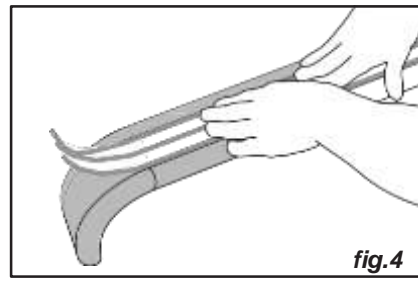

fig.4
(fig.4).
- Perfurar e tapar a parede e, em seguida, iniciar o parafuso na bucha. Segure o espaçador contra a parede enquanto o faz deslizar para o parafuso e, em seguida, aperte o parafuso (fig.4).
para superfícies de parede mais leves, por exemplo, placas de gesso cartonado, utilizar interiores de 800 mm (fig.4).